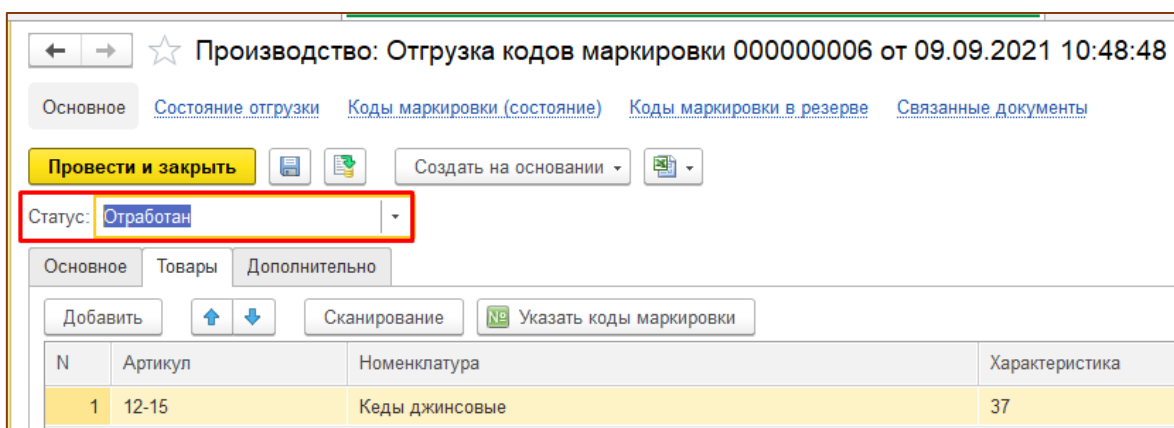

Рис. 11.13 - Перевод документа в статус "Отработан"
3. Зайти в Total Mark и перевести документ в статус «Отработан», после этого вкладка «Товары» будет сформирована автоматически. (Рис. 11.13).